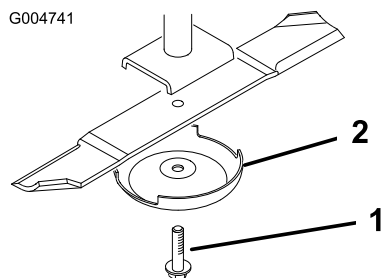

Figure 86
- Tenez la lame à son extrémité avec un chiffon ou un gant épais. Enlevez le boulon, la coupelle de protection et la lame de l'axe de pivot (Figure 86).